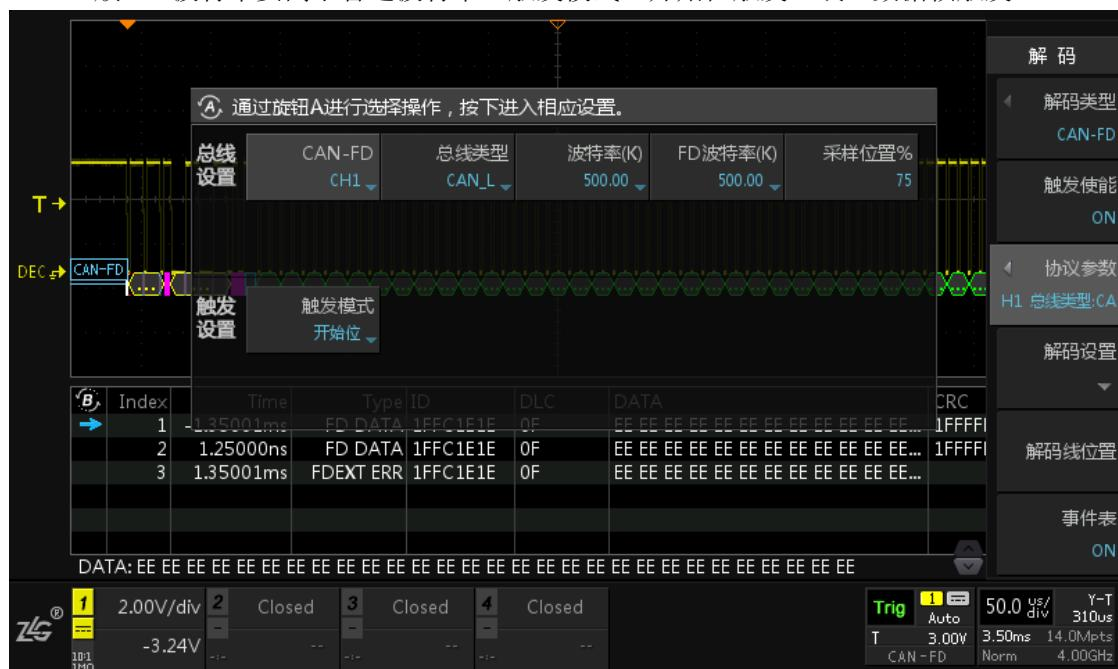

图 15.20 CAN-FD 协议参数配置
5、用户按下【协议参数】软键，可以对协议参数进行设置，旋转旋钮 A 可选择参数，短按旋钮 A 后可进行参数修改，其中包括“总线设置”与“触发设置”，如图 15.20 所示，CH1 为信号输入，总线类型为 CAN_L 或 CAN_H，波特率为 500K（可选或自定义）即普通的传输速率，FD 波特率为 500K（可选或自定义）即 CAN-FD 数据段传输的速率，一般 FD 波特率要高于普通波特率，触发模式“开始位触发”或“数据帧触发”。